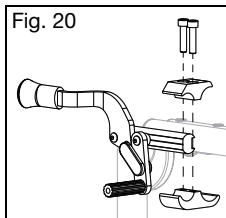

Fig. 20
3. Ajuste la abrazadera a lo largo del chasis para lograr que el seguro de la rueda traben bien el neumático y detenga cualquier movimiento. Ver Fig. 20.